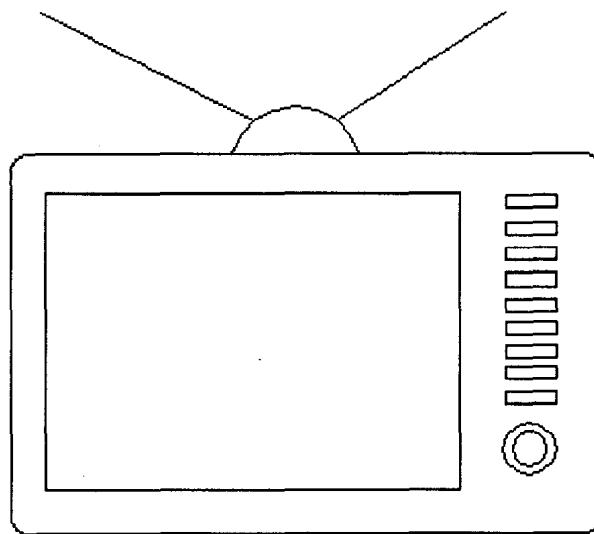

图 1-1-6
(1) 按下“Ctrl”键后,单击鼠标右键→“无”菜单命令,取消对象捕捉方式。
(2) 选择下列某一操作:
(3) 在电视机外框线上适当位置单击鼠标，指定圆弧的第一点；在外框线上方某一位位置单击，指定圆弧的第二点；在外框线上适当位置单击，指定圆弧第三点，完成天线底座的绘制，如图 1-1-6 所示。
(1) 选择下列某一操作：
(2) 激活最近点捕捉模式。
(3) 在圆弧上单击，设置天线的起点。
(4) 在圆弧的上方单击，设置天线的终点；然后按“Enter”键，绘制出一条天线。
(5) 重复步骤(1)~(4)，绘制另一条天线，如图 1-1-6 所示。